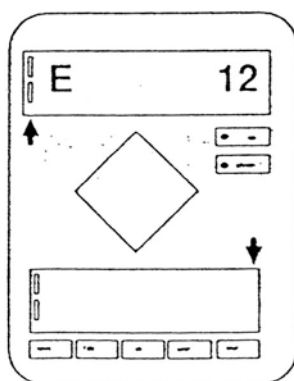

Figura 7 – Programma disponibile per essere editato.
- 2) Per selezionare un nuovo programma premere il tasto **+/-**. Solo i programmi disponibili possono essere selezionati. Il numero del programma disponibile è raffigurato nel display superiore mentre nel display inferiore non è raffigurato nulla (vedi Figura 7).